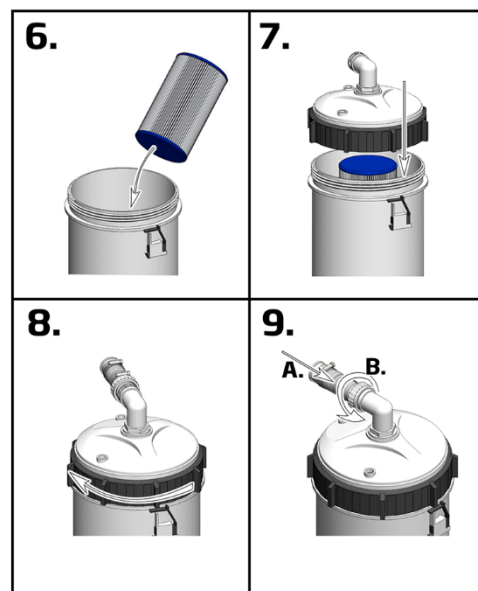

Bild 11 - Wiedereinsetzen der Patrone
1. Setzen Sie die neue oder gereinigte Filterpatrone ein. Prüfen Sie, ob sie mittig und bündig an ihrem Platz sitzt (6. / Bild 11).
2. Sicherungsring per Hand im Uhrzeigersinn anziehen (8. / Bild 11).
3. Befestigen Sie die Klemme des Rücklaufschlauchs am Platz (9. / Bild 11).